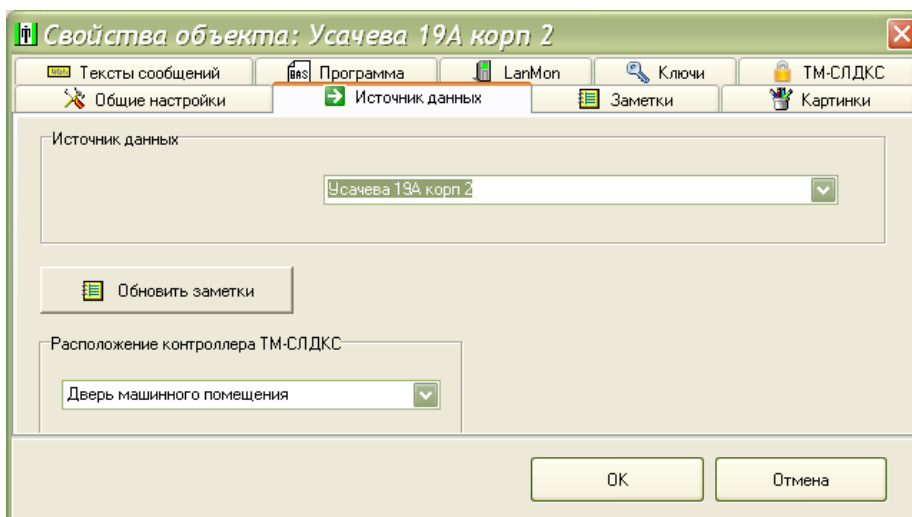

Рисунок 28
3) На вкладке «Источник данных» выбрать из списка источник данных, т.е. адрес места расположения блока БДК-3М2, БДК-4М2, БДК-2М, к которому подключен этот ТМ-СЛДКС, а также указать место расположения ТМ-СЛДКС (рисунок 28).